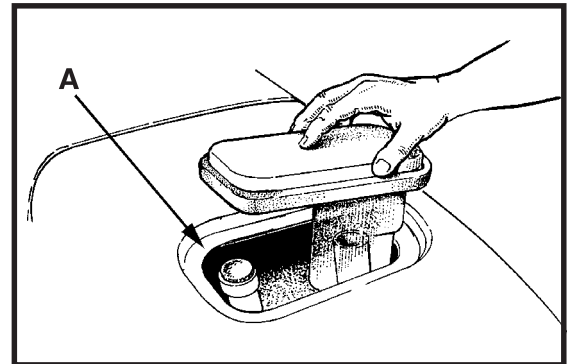

Abbildung 1
2. Vergewissern Sie sich, dab der Deckel des Wiedergewinnungstanks korrekt angebracht ist. Siehe Abbildung 1.
3. Vergewissern Sie sich, dab der Filter des Vakuummotorsiebs sauber und richtig eingeführt ist. Siehe Abbildung 1 A.
!Achtung! Achten Sie darauf, daß kein Wasser und keine Lösung in die Öffnung des Vakuummotors eindringen. (Siehe Abb. 1, S. 15)